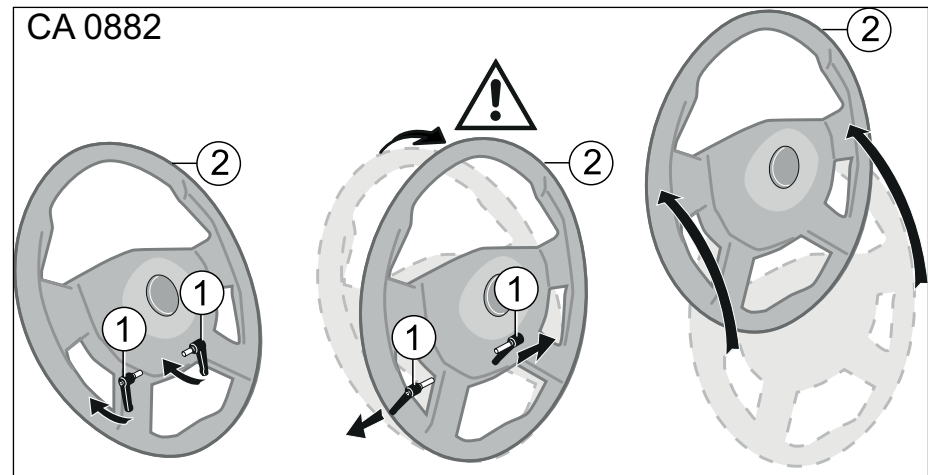

Fig. 65 Faire pivoter le volant
1. Tourner les deux verrous (Fig. 65, pos. 1) simultanément jusqu'en butée dans le sens de conduite.
En position extrême, tirer les deux verrous (Fig. 65, pos. 1) simultanément vers l'extérieur.
Lors du déverrouillage, le volant (Fig. 65, pos. 2) saute légèrement vers l'avant.
2. Saisir le volant déverrouillé (Fig. 65, pos. 2) en son milieu et le pivoter vers le haut jusqu'à ce que le volant (Fig. 65, pos. 2) s'enclique dans le dispositif de blocage. Le volant (Fig. 65, pos. 2) est ensuite tenu par une sorte de pince.